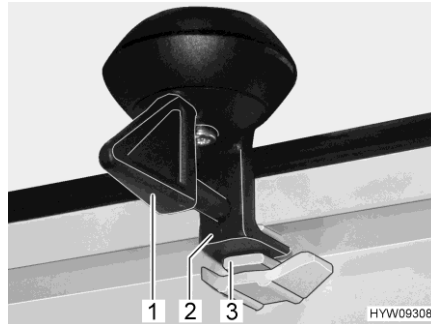

Bild 47 Lås (ventilationsläge)
- Vrid spaken (Bild 47,1) ett kvarts varv. Låset (Bild 47,2) måste glida in i det övre spåret (Bild 47,3).